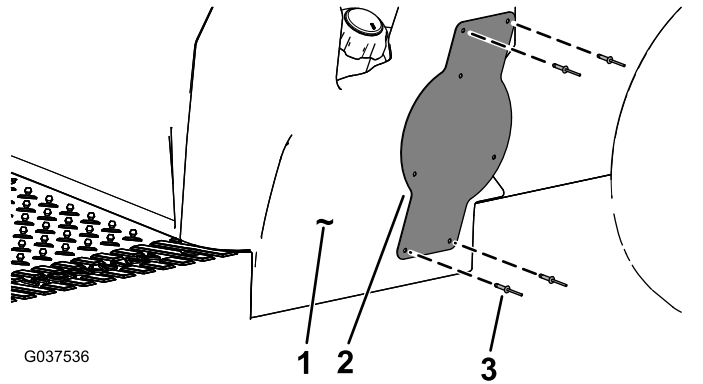

図 11
7. 座席ベースの側面にプレート取り付けブラケットを取り付けるポップリベット3/16 x 15/16"4本で図 11のように取り付ける。